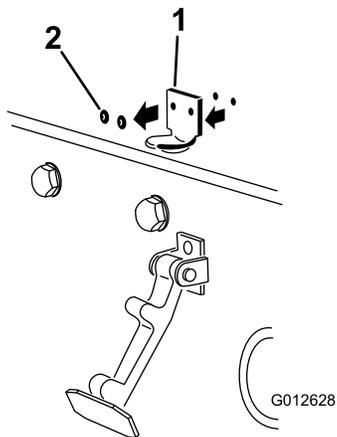

Figure 5
2. Retirez les (2) rivets qui fixent le support du verrou au capot (Figure 5). Enlevez le support du verrou du capot.
3. Alignez les trous de montage et positionnez le support du verrou CE et le support du verrou de capot sur le capot. Le support du verrou doit être appuyé contre le capot (Figure 5). Ne retirez pas le boulon et l'écrou du bras du support du verrou.